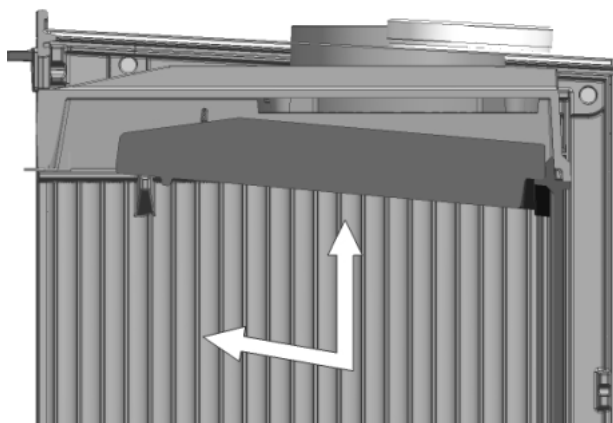
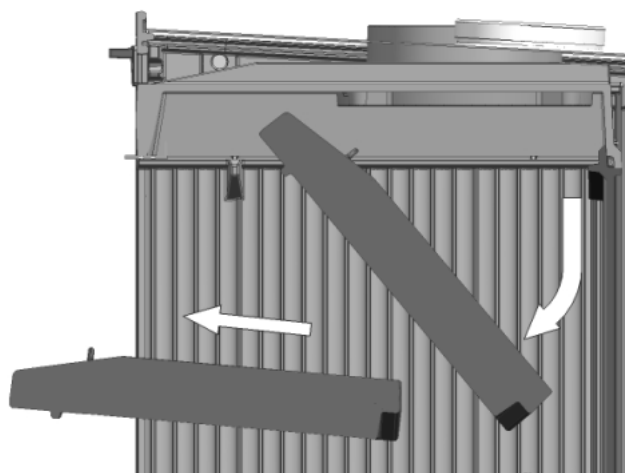

Fig. 1
Fig. 2
2. Extraire le tiroir du cendrier « A » (Fig. 1 et fig. 2).
1 A – Glisser le déflecteur vers le devant et le haut jusqu'à sortir les axes des côtés des logements du propre déflecteur (Fig.1)
B – Déplacer le déflecteur vers le bas en laissant libre la pièce (Fig.2).